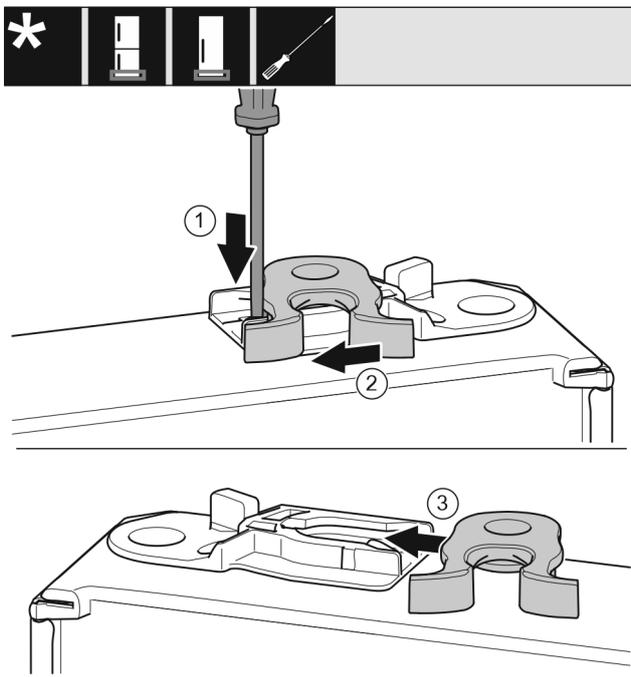

Fig. 16
- ▶ Türunterseite zeigt nach oben: Tür drehen. Fig. 16 (1)
- ▶ Lasche mit Schlitzschraubendreher nach unten drücken. Fig. 16 (2)
- ▶ Schließhaken aus Führung ziehen. Fig. 16 (3)
- ▶ Schließhaken auf anderer Seite in Führung schieben. Fig. 16 (3)